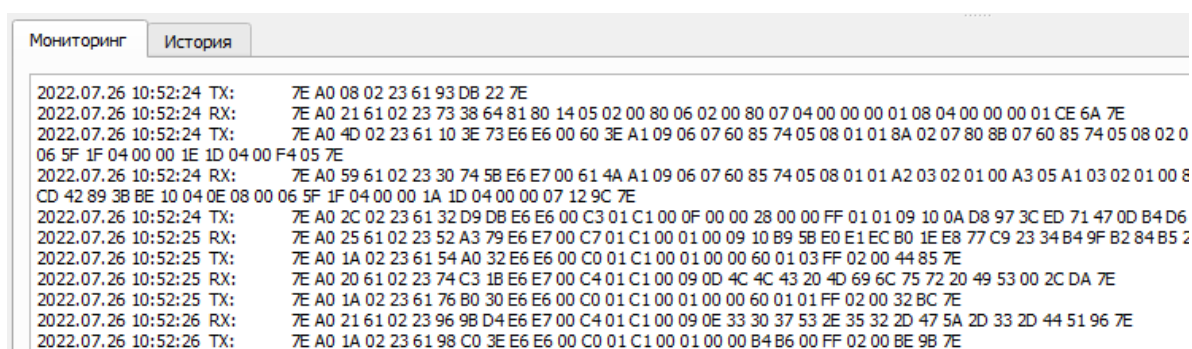

Рисунок 23
На вкладке «Мониторинг» с временной меткой отображаются отправленные (TX) и полученные (RX) пакеты данных между конфигуратором и счетчиком (рисунок 23) в шестнадцатеричной системе счисления.